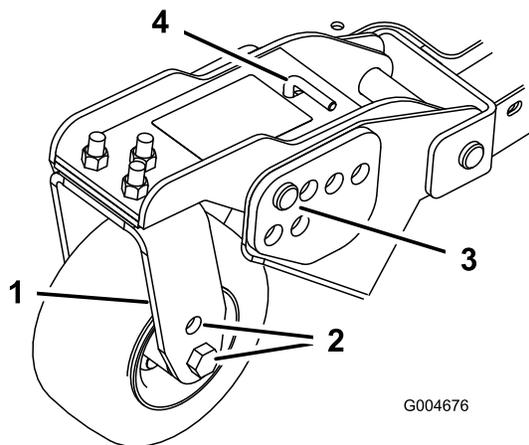
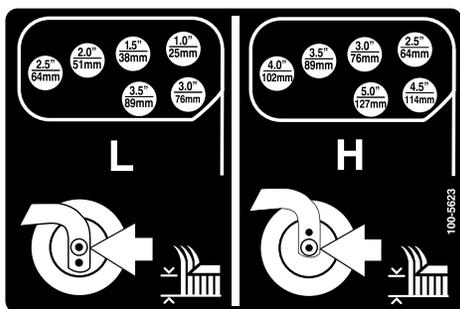

Figura 23
Figura 24
1. Coloque os eixos da roda giratória nos mesmos orifícios em todas as forquilhas da roda giratória (Figura 21 e Figura 23). Consultar o quadro seguinte para determinar quais os orifícios adequados para cada posição.
4. Retire o contrapino tipo grampo e o pino de segurança dos braços articulados da roda giratória (Figura 23).
5. Rode a barra tensora para levantar ou descer o braço articulado, até os orifícios se encontrarem alinhados com a altura desejada dos orifícios da altura de corte na estrutura da unidade corte (Figura 23 e Figura 24).
O ajuste dos patins é efectuado através da remoção do parafuso flangeado e das porcas, colocando-os na posição pretendida e instalando os dispositivos de fixação (Figura 24).